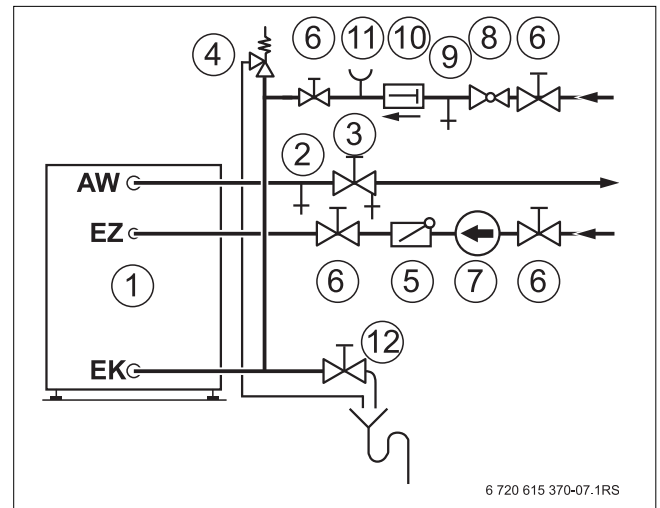

Fig. 7 Instalación (esquema de principio)
- ▶ Cerrar la válvula de corte para la entrada del agua fría EK (→ fig. 7, [6], pág. 6).
- ▶ Vaciarse completamente el acumulador de agua caliente a través de la llave de vaciado (→ fig. 7, [12], pág. 6) - incluso hasta su parte más inferior.